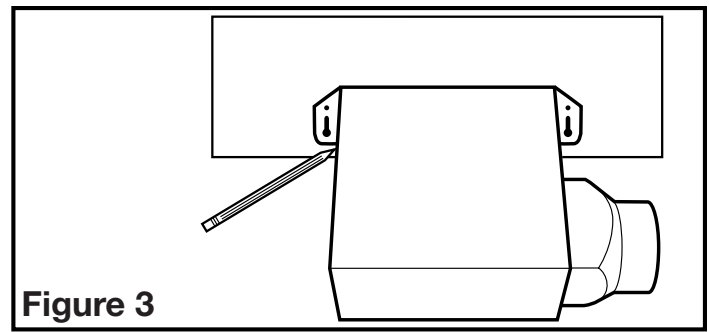

Figure 3
- Construction existante :** Positionner le cabinet contre la solive ou le montant et tracer le contour du cabinet sur le matériau du mur / plafond (**Figure 3**). Mettre le cabinet de côté et découper l'ouverture, en prenant bien soin de ne pas couper ou endommager d'utilité électrique ou dissimulée. Placer le cabinet près de la solive ou du montant et vous assurer qu'il soit à effleurement avec le plafond fini ou avec le mur. Fixer avec quatre clous (non-fournis) pour assurer une installation adéquate (**Figure 2**).